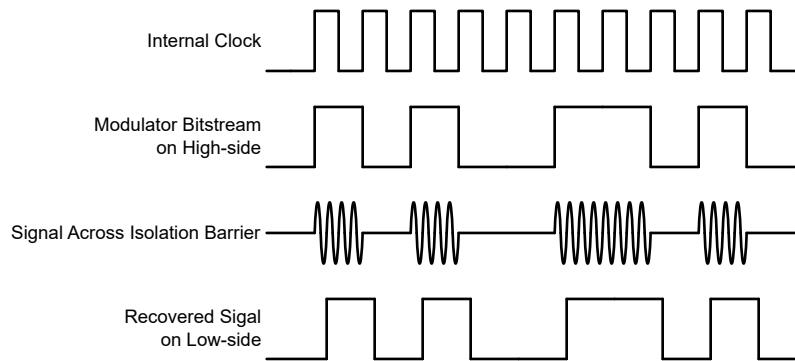

図 7-1. OOK ベースの変調方式
図 7-1 に示されているように、AMC0x30R は、オン / オフ キーイング (OOK) 変調方式を使用して、変調器の出力ビットストリームを、 SiO_2 ベースの絶縁膜間で传送します。送信ドライバ (TX) をに 機能ブロック図 示します。TX は、内部で生成された高周波キャリアを絶縁バリア越しに送信し、デジタル 1 を表現します。ただし、TX はデジタル 0 を表す信号を送信しません。AMC0x30R で使用されるキャリアの公称周波数は 480MHz です。